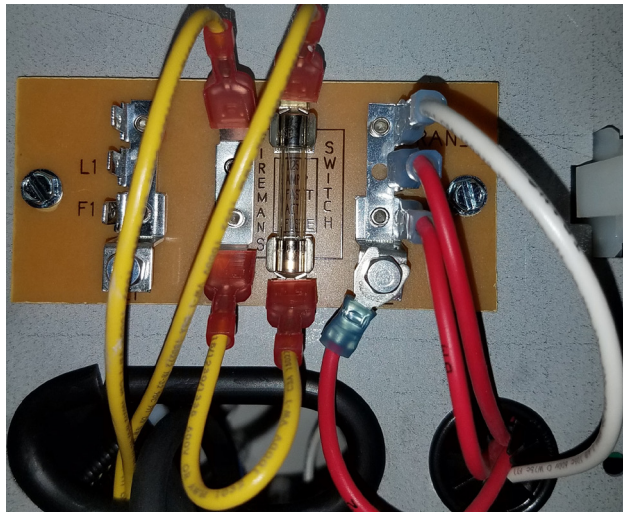

Figure 36.
3. Localiser le **fil du raccordement de l'interrupteur pompier**; retirer le fil. Consulter la Figure 36 ci-dessous.
4. Raccorder les **fils de contact sec pour la commande à distance**. Consulter la Figure 36 ci-dessous.
MINUTERIE/INTERRUPTEUR POMPIER (consulter la Figure 36 ci-dessus) :